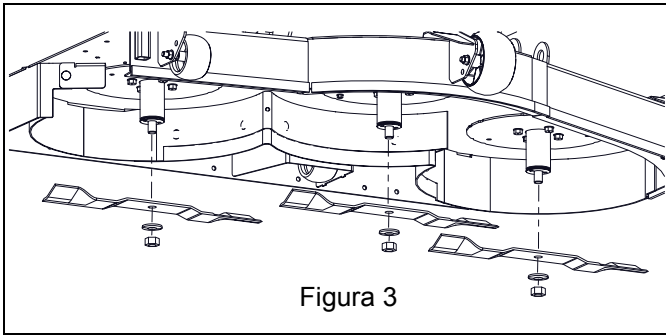

Figura 3
5. Quite tres tuercas hexagonales de 5/8" y las arandelas que sujetan las cuchillas y quite las cuchillas. Guarde las cuchillas para trabajar sin el kit de acolchado. Guarde las tuercas y las arandelas para instalar el kit. Consulte Figura 3.